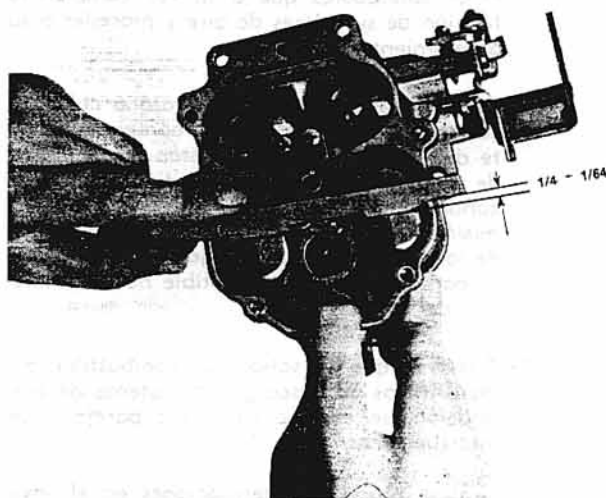

Fig. 12 - Control de ajuste de la altura de los flotantes.
- Controle el ajuste de los flotantes, utilizando un calibre o herramienta (Ver Fig. 12). Este